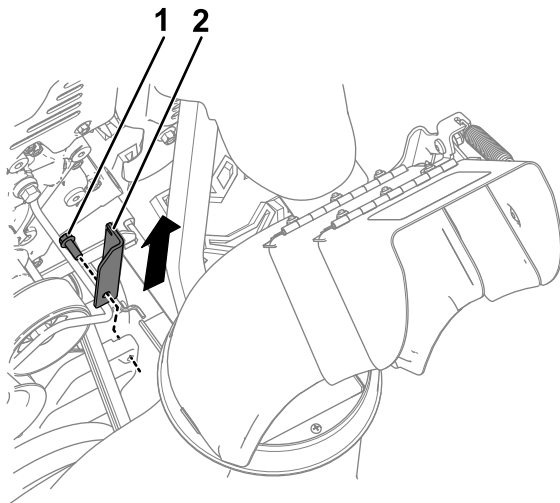

**Figura 2**
3. Desencaixe a mola da placa de tração existente (Figura 2).